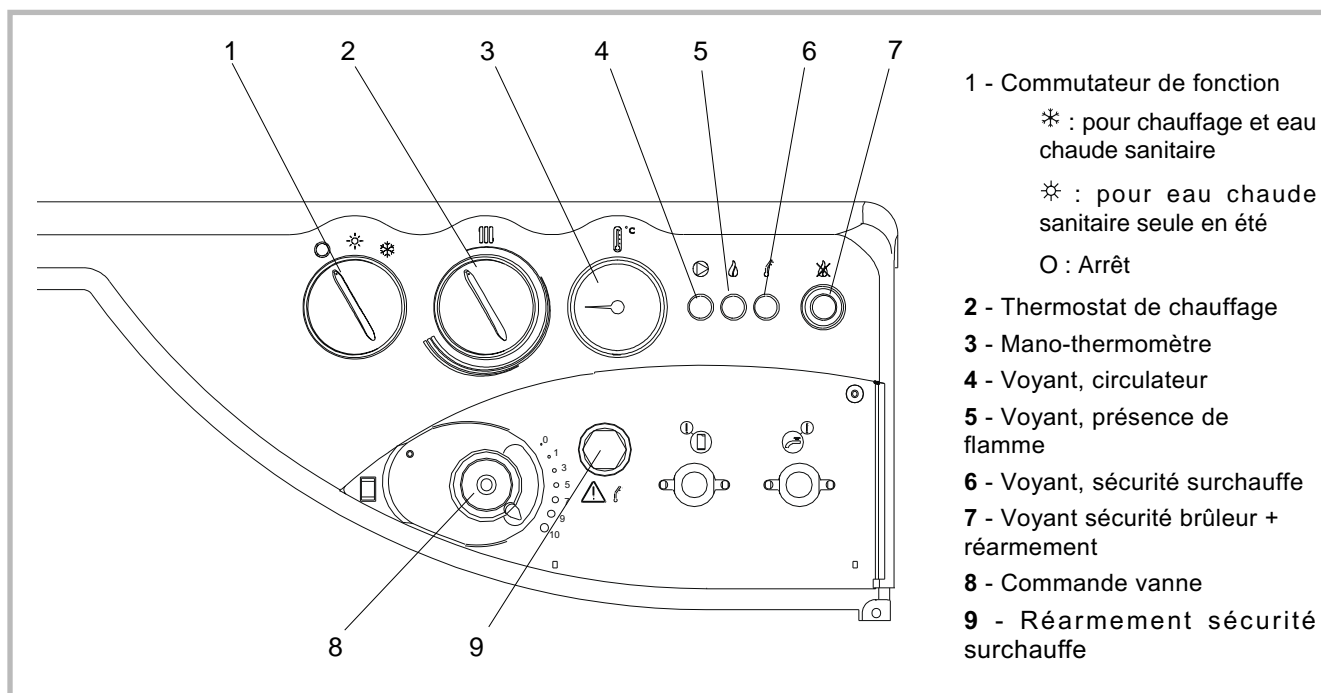

Figure 32 - Organes de commande et de contrôle
- Positionner le commutateur (rep. 1, fig. 32) sur la fonction désirée :
Si la chaudière est équipée d'un thermostat à régulation sur vanne, se référer au mode d'emploi de cette régulation. La chaudière s'allumera automatiquement lors d'une demande chauffage ou sanitaire après une phase de ventilation d'environ 15 secondes. La présence de flamme est signalée par le voyant vert (rep. 5, fig. 32).
- S'assurer que le thermostat de chaudière (rep. 2, fig. 32) est en demande.
- S'assurer que le thermostat de sécurité est bien armé, pour cela dévisser le capuchon (rep. 9, fig. 32) et appuyer sur le bouton.
- S'assurer que le brûleur n'est pas en sécurité, pour cela appuyer sur le bouton de réarmement sécurité du brûleur (rep. 7, fig. 32).
- Positionner le commutateur sur \* (rep. 1, fig. 32)
- Régler la manette de la vanne mélangeuse (rep. 8, fig. 32) entre 1 et 10 pour obtenir la température désirée sur le circuit de chauffage (plage conseillée 5 à 10).
Le voyant vert (rep. 4, fig. 32) indique le fonctionnement du circulateur chauffage.
- Placer le commutateur sur ✱ (rep. 1, fig. 32).
- Régler la manette de la vanne mélangeuse (rep. 8, fig. 32) sur O.
- mettre le commutateur de fonction en position "i" (rep. 1, fig. 32, p. 21).
Lorsque la température dans le corps de chauffe dépasse 110 °C, la chaudière est stoppée par son dispositif de sécurité de surchauffe. Le voyant poussoir "sécurité brûleur" (rep. 7, fig. 32, p. 21) est allumé.
- Appuyer sur le voyant-poussoir (rep. 7, fig. 32, p. 21) pour réarmer le brûleur. Dans ce cas le voyant rouge (rep. 6, fig. 32, p. 21) s'allume pendant la phase d'allumage puis le brûleur passe en sécurité et le voyant-poussoir (rep. 7, fig. 32, p. 21) est de nouveau allumé.
- Attendre que la température de l'eau soit redevenue normale et réarmer la sécurité de surchauffe (rep. 9, fig. 32, p. 21) et le brûleur (rep. 7, fig. 32, p. 21)
En cas d'anomalie dans l'alimentation gaz ou en cas de défaut d'allumage, l'électrovanne du bloc gaz se ferme automatiquement : le voyant-poussoir de "sécurité brûleur" (rep. 7, fig. 32, p. 21) est allumé.
- Appuyer sur le voyant-poussoir pour réarmer le brûleur (rep. 7, fig. 32, p. 21).